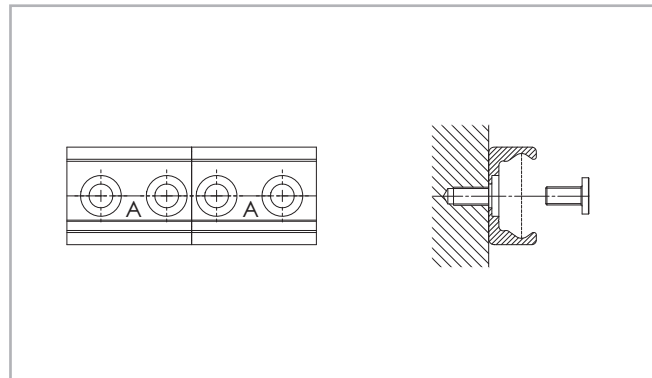

图. 114
- (1) 安装单个滑轨, 拧上所有螺栓, 除了拼接滑轨的接头部位的螺栓。
- (2) 安装完成后不要拧紧他们 (见图114)。